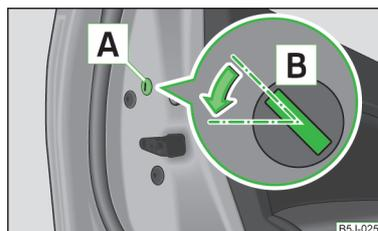

Fig. 12
- Démontez le cache **A** » fig. 12.